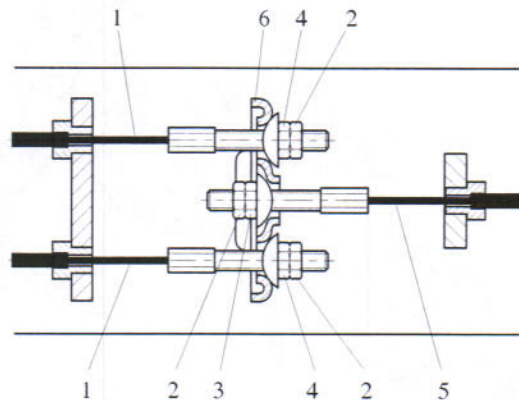
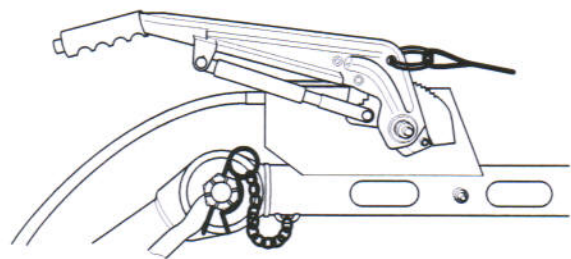

Fig. 5.7 Disposición del cable de freno
Fig. 5.8 Palanca del freno de mano hacia abajo - freno no accionado
Compruebe la posición del ecualizador (Fig. 5.7, 6) con el freno de estacionamiento accionado.
1. Con la argolla de remolque extraída a la posición más externa y la palanca de freno de mano en la posición bajada (Fig. 5.8), afloje las tuercas de bloqueo (Fig. 5.7, 2). Gire las tuercas de ajuste y las tuercas del cable del freno (Fig. 5.7, 4) hacia la derecha hasta que no haya flojedad en el mecanismo de freno.
El ecuilizador (Fig. 5.7, 6) debe permanecer perpendicular al cable de freno principal (Fig. 5.7, 5).
2. Aplique la palanca de freno de mano varias veces y repita el ajuste. Apriete las tuercas con sus tuercas de bloqueo (Fig. 5.7, 2). Retire el gato y los bloques.